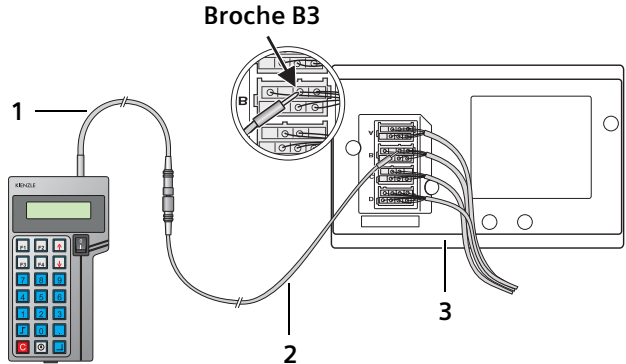

fig. 10: Raccorder le HTC+ au EGK 100 (MotoMeter)
2. Raccorder la fiche de diagnostic du HTC+ (1), conformément à la fig. 10, à la ligne de diagnostic EGK (2), et raccorder la pointe de mesure à la fiche B, broche 3, de l'EGK 100 (3).